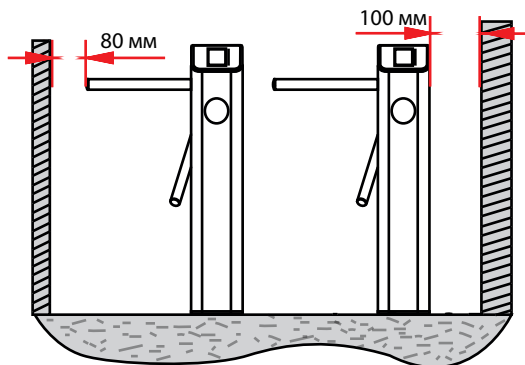

Рис. 5
Оборудование должно быть установлено на бетонном основании, в котором можно надежно закрепить анкерные болты. Рекомендуется установить вспомогательный каркас или ограждение, чтобы сформировать проход, как показано на Рис. 5.
2. Зазор на конце планки не должен превышать 80 мм (см. Рисунок 5).